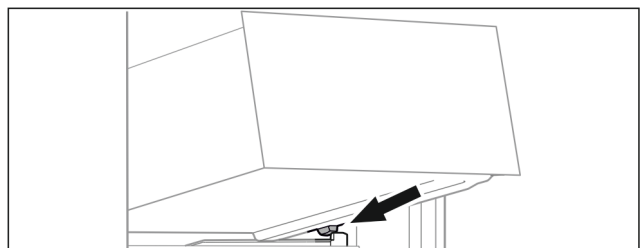

Fig. 192
- ▶ Schubfach schräg hinter den Stopperrn auf Behälterrippe aufsetzen. (siehe Fig. 192)